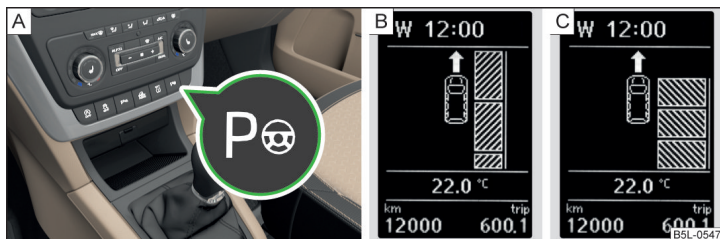

Fig. 139 Tasta sistem / Afișajul ecranului
- Procesul de parcare poate fi întrerupt oricând prin apăsarea butonului  » fig. 139 la pagina 125 sau prin intervenție asupra volanului.
Sistemul poate fi activat/dezactivat prin apăsarea butonului  » fig. 139 la pagina 125 - .
- Apăsăți **o dată** tasta **P** » fig. 139 - **A**.
- Apăsăți **de două ori** tasta **P** » fig. 139 - **A**.
➤ Apăsați tasta simbol  » fig. 139 la pagina 125.